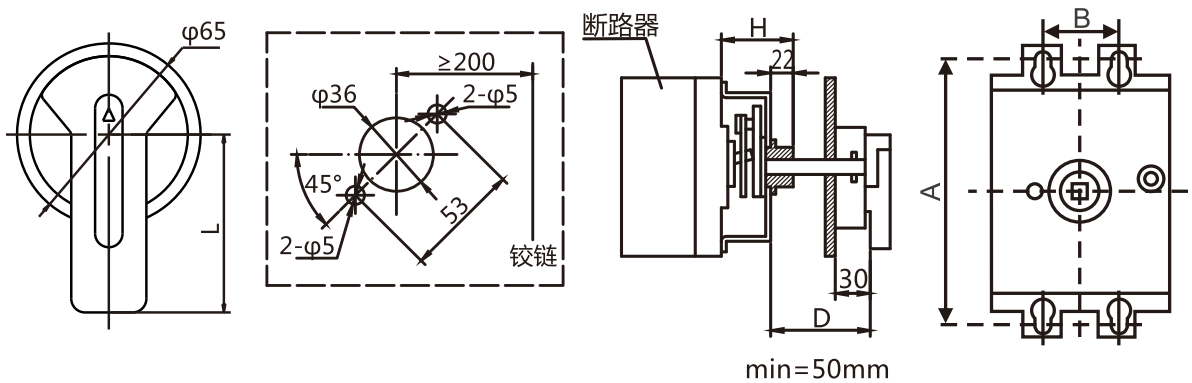

图5 圆形延伸旋转手柄开孔尺寸图
5.2.1 手操机构安装时先按图示尺寸开孔,在开关柜门板上当转动手柄“OFF”指示在水平位置时固定好柄。然后试着操作手柄,转动应灵活自如,并且手柄在水平位置时断路器应分闸,手柄在垂直位置时断路器应合闸。具体见图5和表6。